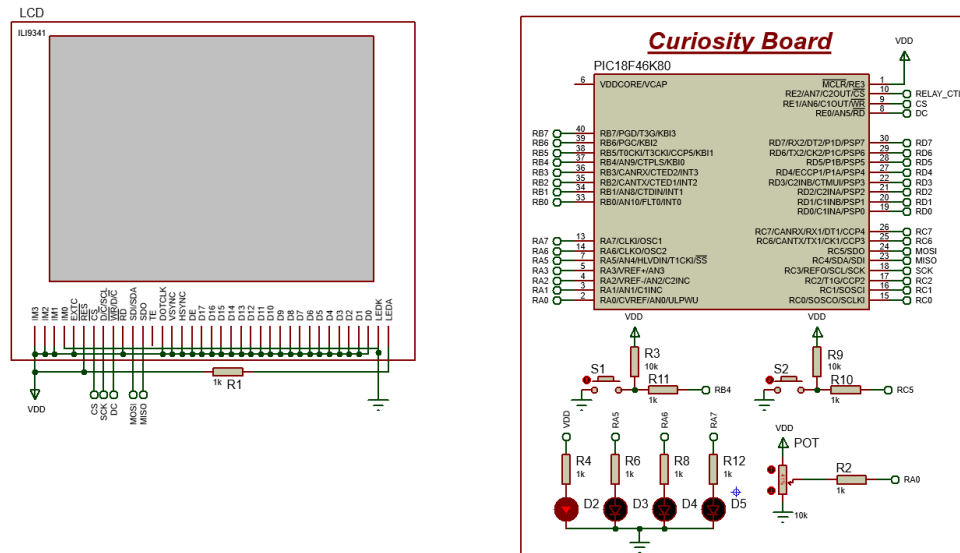

Figura 1 – Circuito base.
1. Abra no PROTEUS® o circuito de base disponibilizado, idêntico ao utilizado nas aulas anteriores, tal como mostra a Figura 1. Descarregue o projeto do Moodle e compile o mesmo. Confirme que a compilação corre sem problemas e corra a.